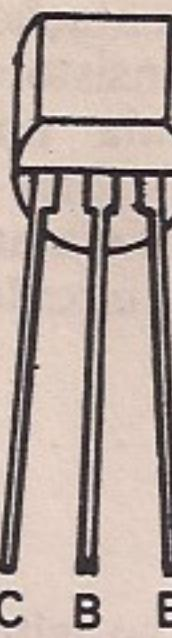

Figura 6
isso é necessário conhecer a disposição dos terminais, identificando o emissor (E), a base (B) e o coletor (C). Na figura 6 temos as identificações de transistores muito comuns. Para outros transistores é necessário consultar manuais que, diga-se de passagem, não devem faltar em toda bancada de montador de Eletrônica.